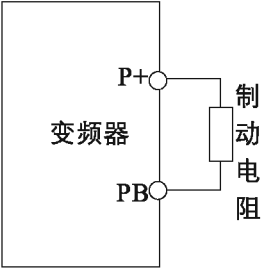

图11-1 制动电阻的安装
7.5kW 及以下规格 VFD6000 变频器的制动电阻连接如图 11-1 所示。